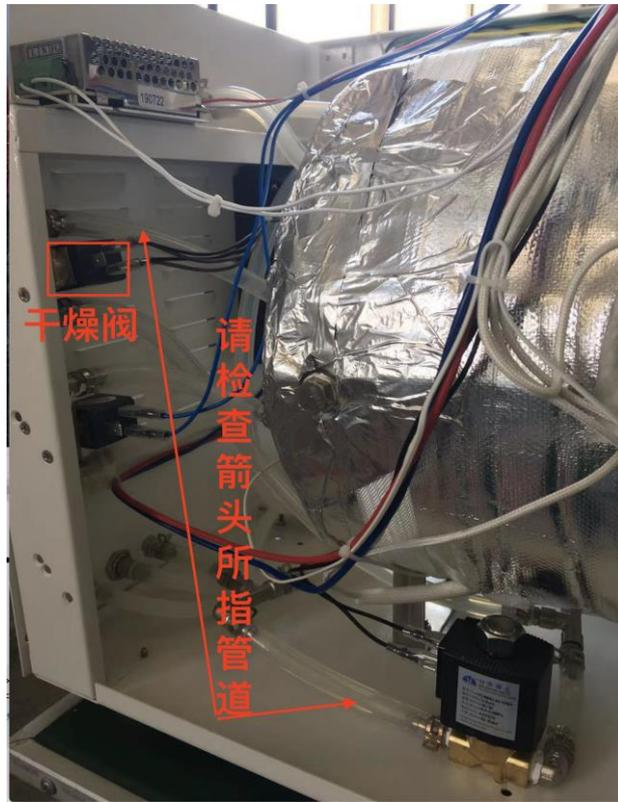

图3
- ③ 注入蒸汽时，正常情况下，排气管是不应该有热气排出。若有此现象，请将灭菌器正前方左侧侧板打开，检查真空阀和排气阀，**可以用手感觉连接这两个阀的管路是否有烫手（图3），烫手的管路即为漏气的阀体，**打开该阀体，看是否有垃圾进入阀体导致阀关不住，并对其进行清理。